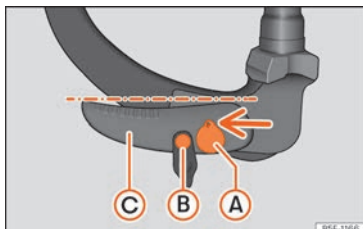

Abb. 171 Ruheposition: Überprüfung der Position
- Der Schlüssel » Abb. 171 ① befindet sich in entriegelter Position (das Loch des Schlüssels zeigt nach oben).
- Der Entriegelungsbolzen » Abb. 171 kann bewegt werden ②.
- Der Hebel » Abb. 171 ③ befindet sich in der unteren Position.